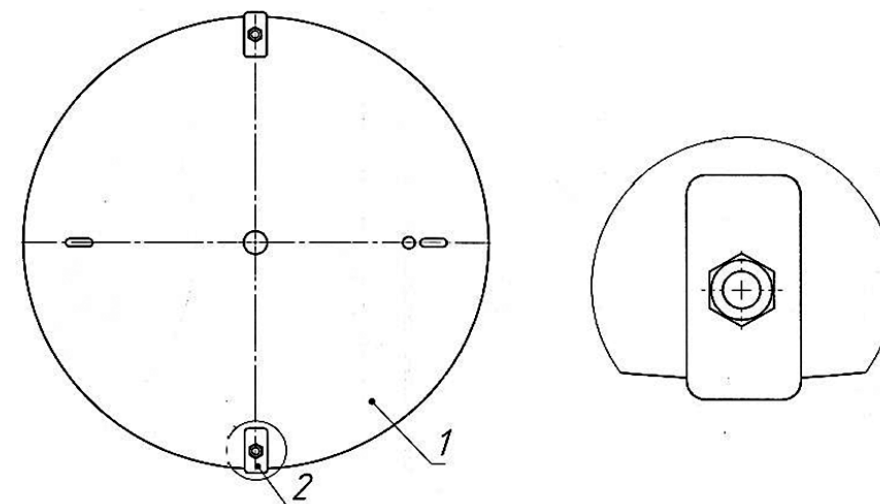
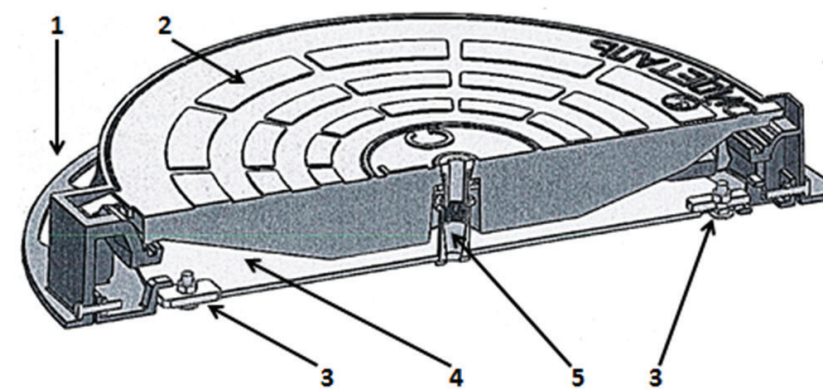

Рис. 3. Нижняя стальная крышка устройства УЗЛ-Т ССД с установленными заглушками.
Рис. 4. Разрез устройства УЗЛ-Т ССД с видом запорного механизма в закрытом положении:
1.4. На нижней стальной крышке установлены две стальные задвижки (рис. 3). Задвижки могут двигаться по продолговатым отверстиям в крышке. Для приведения нижней стальной крышки в запорное положение обе задвижки сдвигаются в корпус до упора и фиксируются в этом положении своими гайками (рис. 4) с помощью торцевого ключа с накидной головкой 17 мм (в комплект поставки не входит).
1.5. После этого верхняя чугунная крышка устанавливается на своё место в люке. При этом зафиксированный в чугунной крышке винт запорного механизма устанавливается точно над подвижной гайкой нижней крышки (рис. 4).